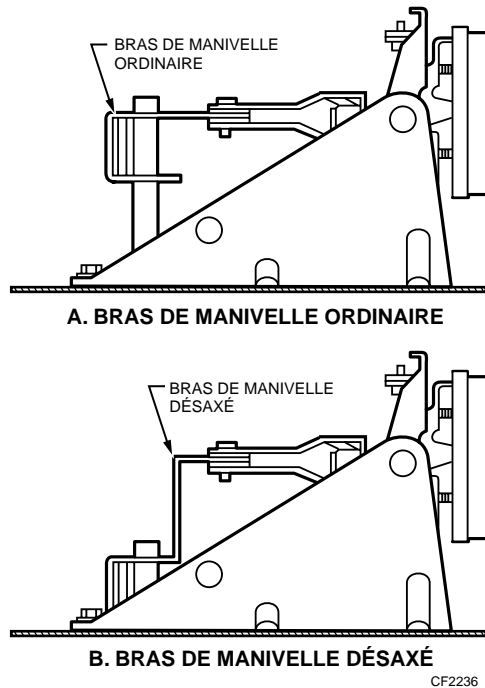

Fig. 1. Installation d'un bras de manivelle désaxé.
- 14004667-001 Bras de manivelle désaxé (Fig. 1) (pour axe de commande de registre de 1/2 po, désaxé de 1,9 po).